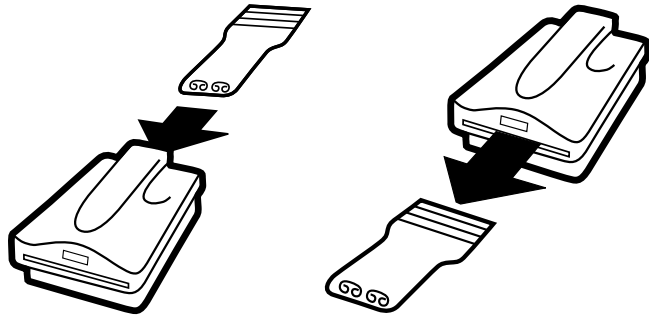

Figura 5
- Inserte la herramienta desde la parte trasera de la unidad y tire de la herramienta hacia afuera por el frente (vea la figura 5).